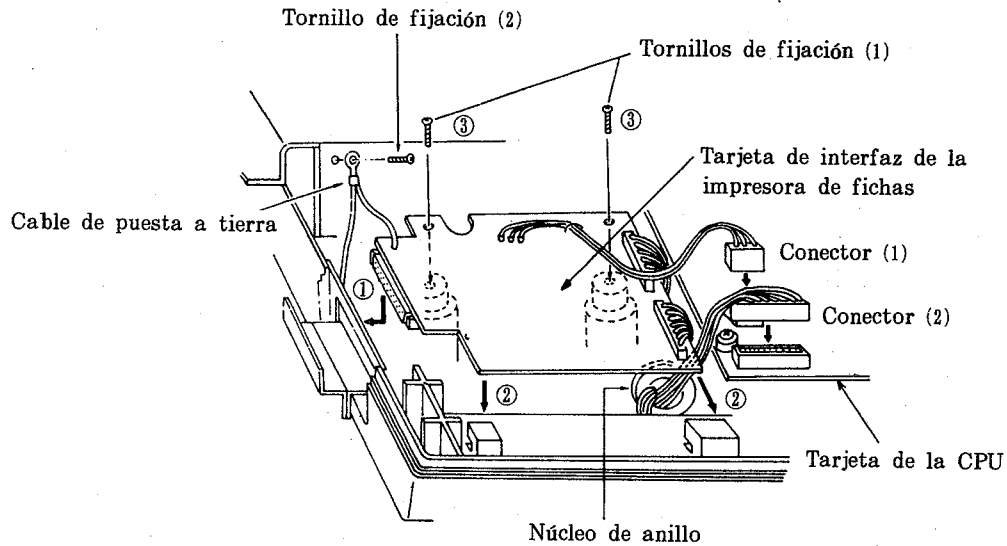

Figura 42
- 7) Conecte los conectores (1) y (2) de la tarjeta de interfaz de la impresora de fichas con los conectores (CN5) y (CN6) respectivamente, en la tarjeta de la CPU. (Vea la figura 42.)